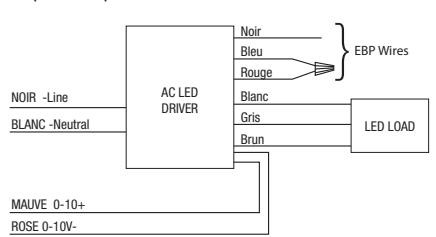

Fig. 5
8. Fixez le boîtier du canal principal au plafond ou au mur à l'aide de vis à bois de diamètre N° 8 ou supérieur avec une rondelle plate N° 10 pour un montage sur montant ou un boulon à bascule de 4,76 mm (3/16 po) ou plus de diamètre et une rondelle plate N° 10 pour un montage sur placoplâtre. L'espacement pour les supports de montage est de 94,4 cm (37-3/16 po) pour un luminaire de 1,22 m (4 pi) ou de 36,9 cm (14-9/16 po) pour un luminaire de 0,61 m (2 pi) (Voir Fig. 5 et 6).